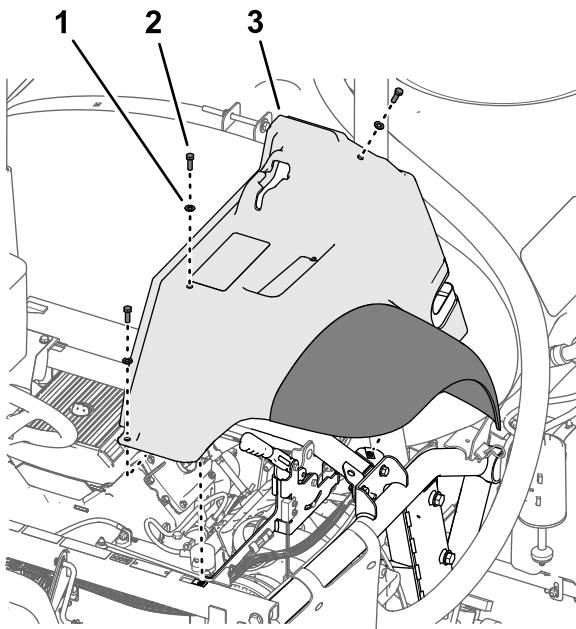

Рисунок 9
- Удалите 3 болта (5/16 x 1 дюйм) с 3 шайбами (5/16 дюйма), которые крепят крыло к раме машины (Рисунок 9).